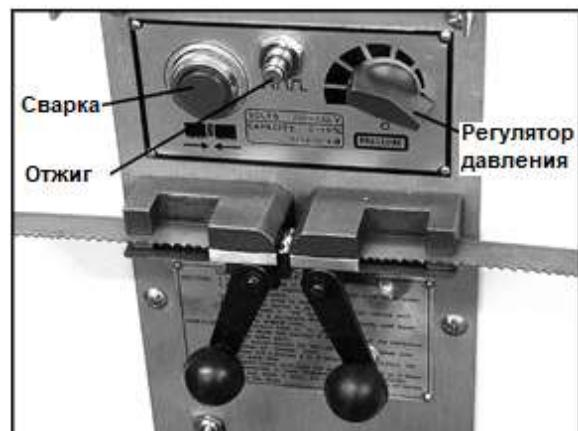

Рис. 15.
3. Установите ручку регулировки давления (Рис. 15) на "0" (вниз). ПРИМЕЧАНИЕ: при повороте ручки вы ощутите сопротивление.
7. Нажмите и удерживайте кнопку включения сварочного устройства (Рис. 15). Когда кнопка нажата, левый зажим смещается к правому и сдавливает концы полотна между собой. Одновременно с этим, через зажимы пропускается ток и происходит сварка полотна с образованием искр. Не отпускайте кнопку до тех пор, пока сварной шов не раскалится докрасна.
- Быстро нажмите и отпустите кнопку включения отжига (Рис. 15). Повторяйте это действие, пока сварной шов не накалится до слегка красноватого цвета.